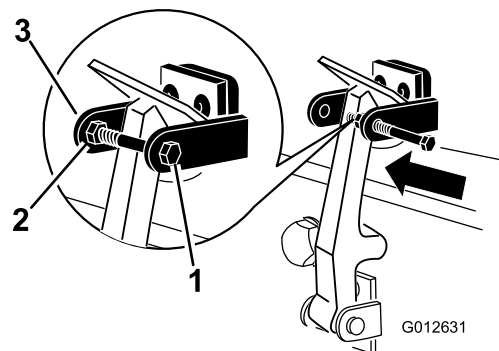

**Рисунок 7**
7. Введите защелку в зацепление с кронштейном защелки капота (Рисунок 7).